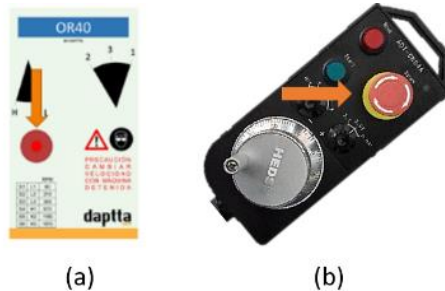

Imagen 9. Botones de E-Stop.
- 1) *Botón de E-Stop en la cabeza.* Se ubica en la cabeza del Spindle, cuando se activa este botón, la luz indicadora enciende de color rojo (Imagen 9, a).
- 2) *Botón de E-Stop en MPG (si lo ha adquirido).* Se ubica en el control remoto MPG (Imagen 9, b).